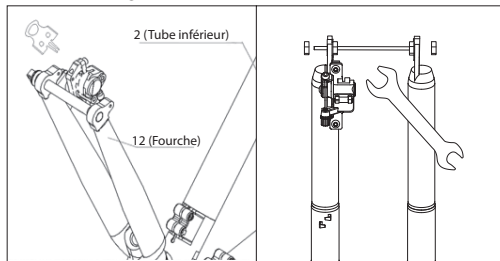

Figure 4-1
- Retirez le morceau de plastique de l'étrier de frein, comme indiqué dans la **Figure 4-1**.